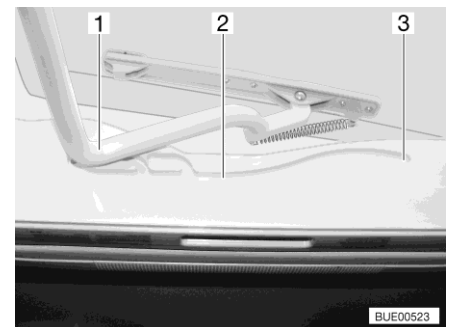

Fig. 34 Guidage (lanterneau basculant)
- Tirer l'étrier (Fig. 34,1) dans les glissières (Fig. 34,2) jusque dans la position la plus reculée (Fig. 34,3).
- Pousser l'étrier (Fig. 34,1) légèrement vers le haut avec les deux mains.
- Tirer l'étrier dans les glissières (Fig. 34,2) jusqu'à la position souhaitée.